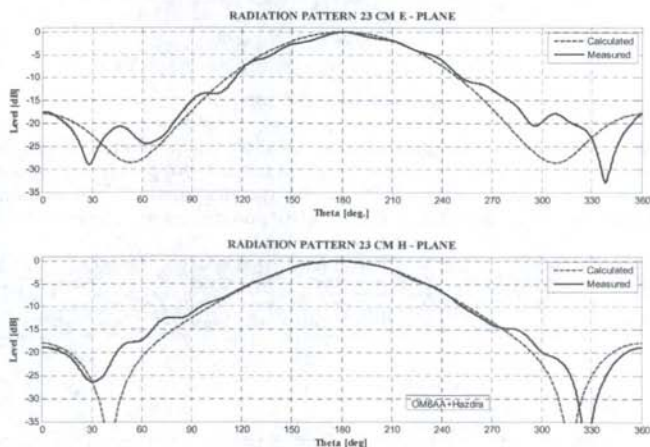
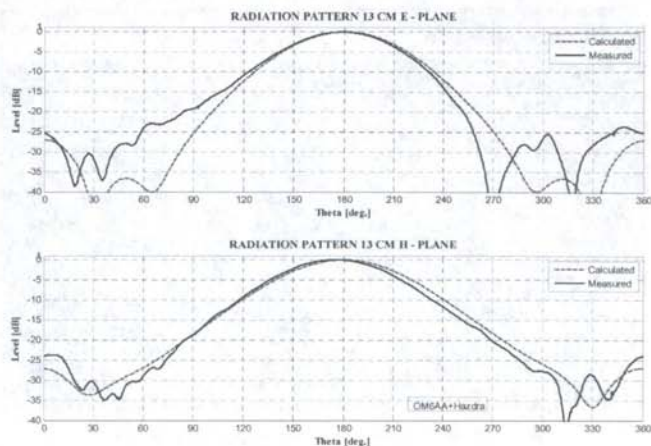
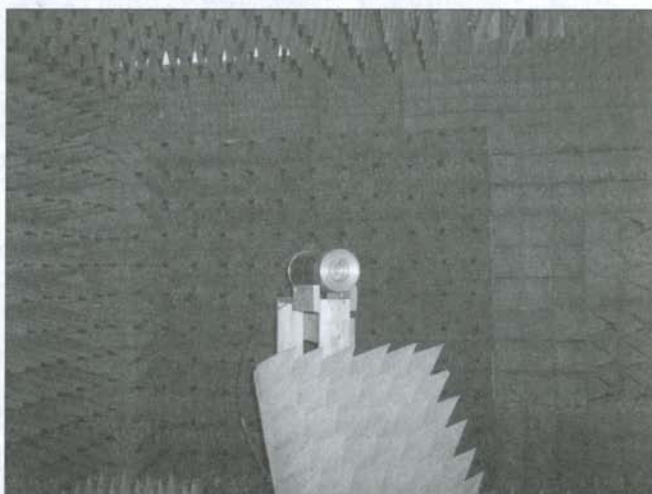

Fig. 11 Radiation Pattern - 23 cm
Fig. 12 Radiation Pattern - 13 cm
Fig. 18 Loop Feed in anechoic chamber at ERA Pardubice
The dual band loop feed's performance was tested in an anechoic chamber at ERA Pardubice Company, Czech Republic [9]. See Fig. 18. Radiation patterns for both bands and E- and H-planes were observed. Both the measured and calculated data are shown in Fig's 11 and 12 for comparison.
Die Leistung des Dualband-Loop-Feeds wurde in eine Meßraum der Firma ERA Pardubice in Tschechien [9] getestet. Siehe Abb. 18. Die Strahlungsdiagramme wurden für beide Bänder und E- und H-Ebene aufgenommen. Gemessene und berechnete Daten sind zum Vergleich in Abb. 11 und Abb. 12 gezeigt.
- Abb. 18 Loop-Feed im Meßraum bei ERA Pardubice